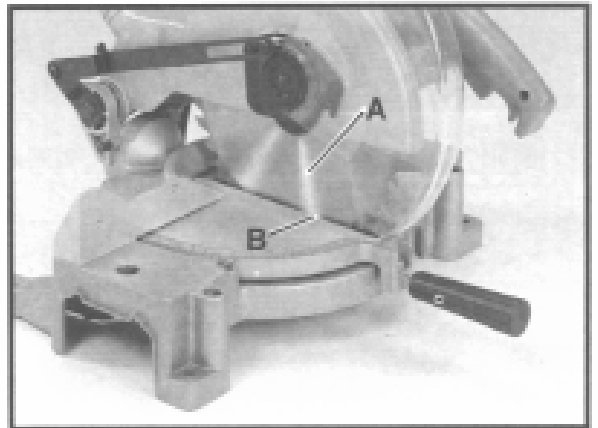

Fig. 20
3. Den Sägekopf heben. Das Sägeblatt (A) Fig. 20 muss parallel zur Kante (B) der Tischeinlage sein.